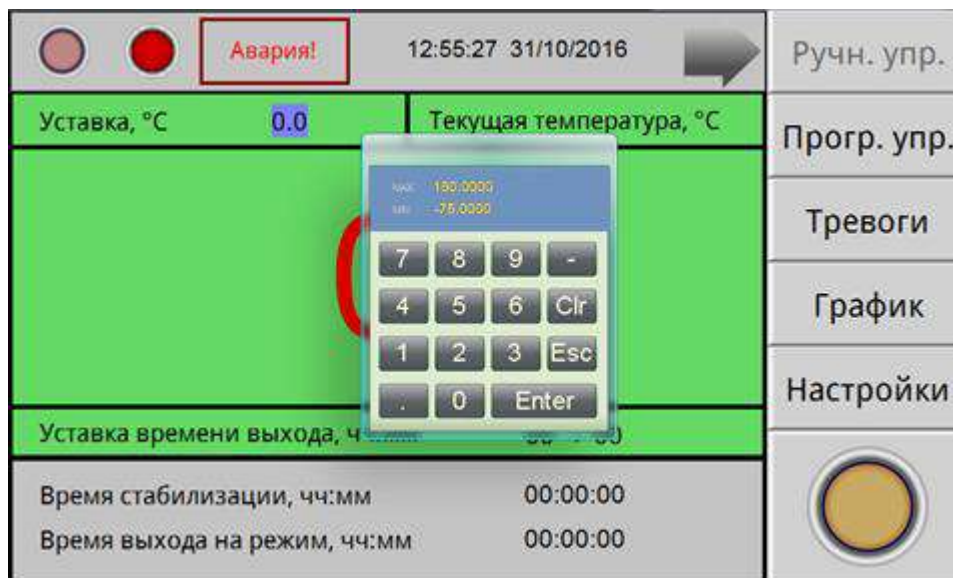

Рисунок 4
8.3 Для задания температуры уставки необходимо нажать поле на экране, в данном случае поле напротив надписи «Уставка». На экране появится вспомогательное окно ввода цифровой информации (рисунок 4). Набрать число, соответствующее задаваемой температуре. Для ввода температуры нажать на вспомогательном окне кнопку «Enter». На вспомогательном окне указан доступный диапазон задания температуры. В данном изделии минимальная температура - -75°C , максимальная $+150^{\circ}\text{C}$.